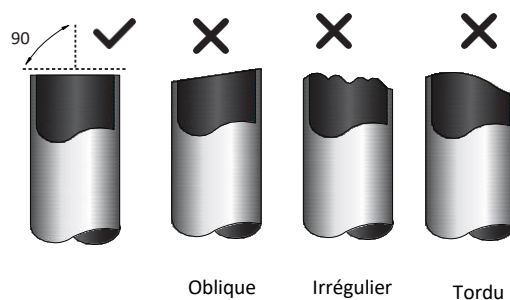

FIG 7.5
1. Assurez-vous que le tuyau est coupé à un angle parfait de 90 degrés. Référez-vous à la fig. 7.5 pour des exemples de mauvaises coupures.